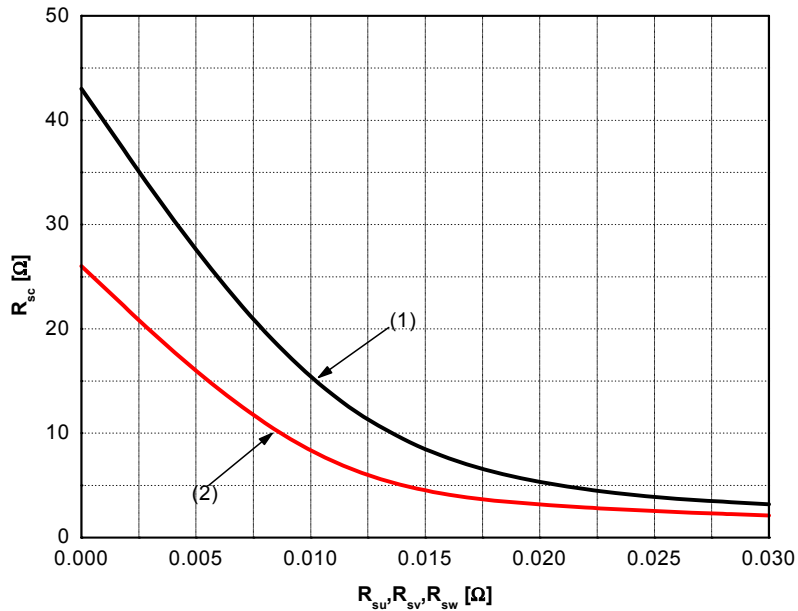

图 6. 短路保护分流电阻 (R_{su} , R_{sv} , R_{sw}) 的改变对 R_{sc} 的影响
- 短路电流保护仅作用于低端。外接检测电阻 (R_{SC}) 的阻值建议约为 26 Ω , 以保证当分流电阻 (R_{SU}, R_{SV}, R_{SW}) 为 0 Ω 时, 短路触发电平约为 100 A。若需了解外接检测电阻 (R_{SC}) 和分流电阻 (R_{SU}, R_{SV}, R_{SW}) 间关系的详细信息, 请参阅图 6。